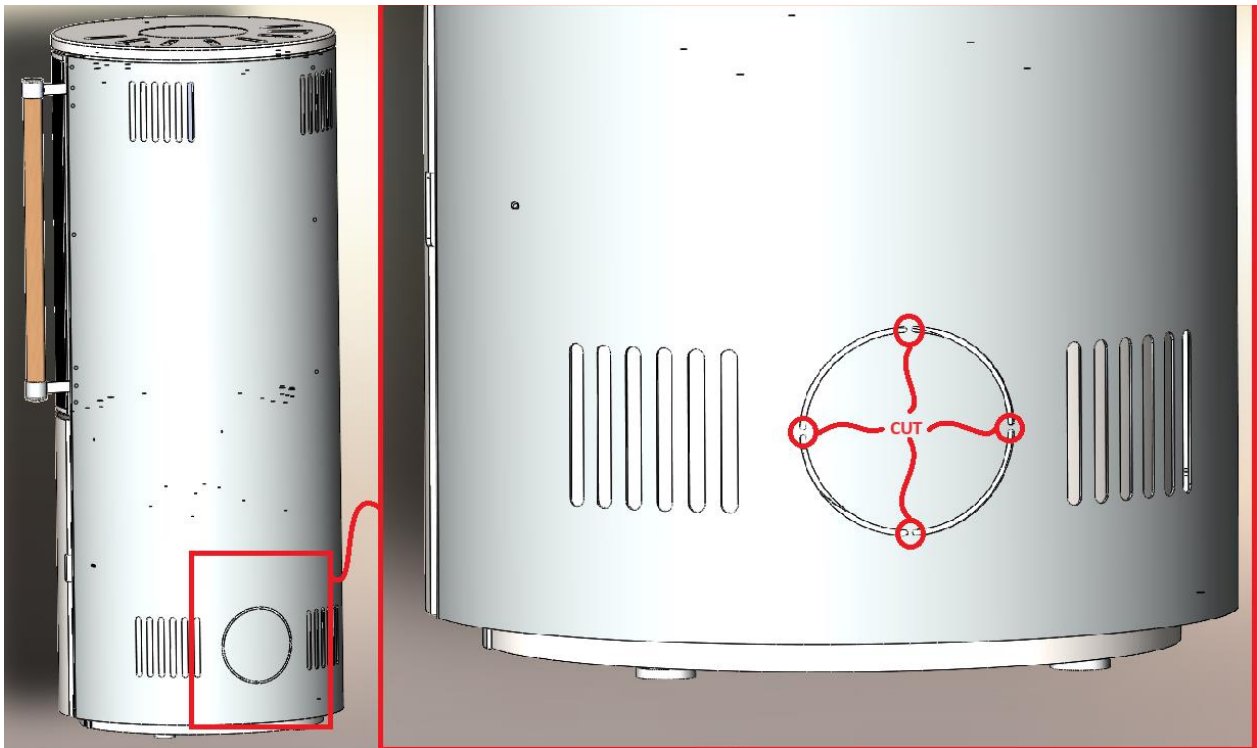

Abbildung 2 Austausch des Deckels am Boden des Kamins
3. Abbildung 2 Austausch des Deckels am Boden des Kamins für den Außenluftanschluss	Seite 6
Der Kamin bietet die Möglichkeit, eine externe Luftzufuhr anzuschließen. Dafür wird ein flexibles Aluminiumrohr mit einem inneren Durchmesser von Ø150 und eine entsprechende Schelle benötigt. Die externe Luftzufuhr wird empfohlen, wenn sich der Kamin unter ungünstigen Betriebsbedingungen befindet (Tabelle 2), sowie zur Steigerung der Effizienz (Für einen ordnungsgemäßen Betrieb des Kamins ist eine Luftzufuhr erforderlich. Wenn Raumluft verwendet wird, muss das Fenster häufiger geöffnet werden). Die Anschlussdarstellung an die externe Luftzufuhr ist in Abbildung 2. , 3. und 4. zu sehen. Der Anschluss kann durch den Boden des Raumes oder durch die Wand erfolgen.